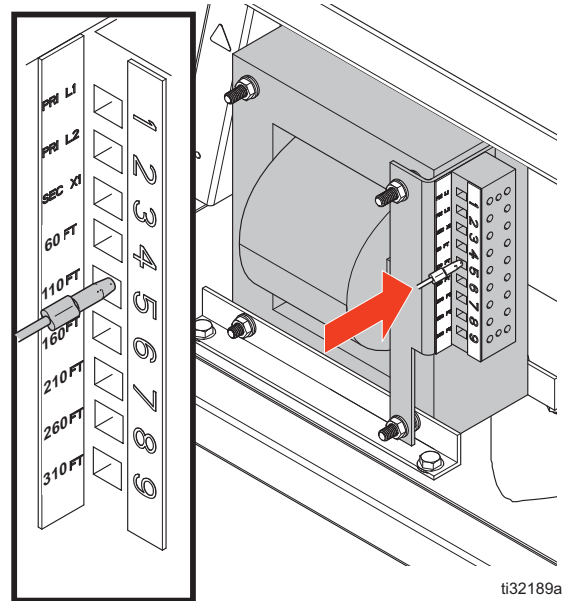

図 14: ホース変圧器の配線
3. ホース変圧器(AC)のワイヤを、取り付けられているホースの長さに合った端子まで移動させます。ワイヤは工場で 60 ft にセットしてあります。図 14: を参照してください。